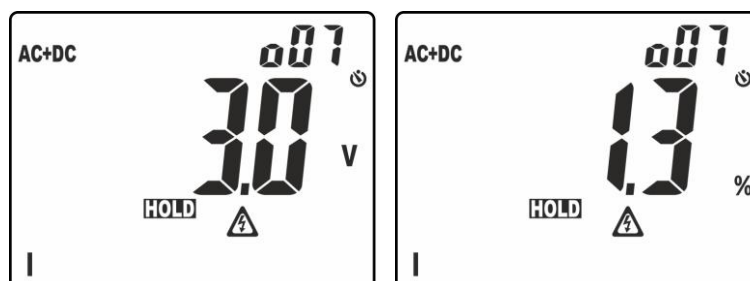

Fig. 4: Visualizzazione ordinamento ampiezze analisi armonica
- Pressione prolungata del tasto (almeno 2s) per attivare la funzione **H2O** (Higher Harmonic Ordering) di ordinamento dell'ampiezza delle armoniche. In tali condizioni, la funzione "HOLD" è automaticamente attivata, il simbolo "o" è presente davanti all'ordine dell'armonica visualizzata ad indicare l'abilitazione della funzione di Ordinamento. La barra grafica è disabilitata e lo strumento mostra il valore delle ampiezze di tutte le armoniche comprese tra il valore DC e la 25° esclusa la fondamentale, in **ordine decrescente** a partire dall'armonica di ampiezza maggiore come mostrato in Fig. 4
Nell'esempio di Fig. 4 l'armonica di ampiezza maggiore corrisponde all'ordine 7. Premere il tasto \blacktriangle per osservare le ampiezze delle restanti armoniche e premere nuovamente il tasto **H/H%/H** per passare dalla visualizzazione in valori assoluti o percentuali. Ruotare il selettore per uscire dalla funzione